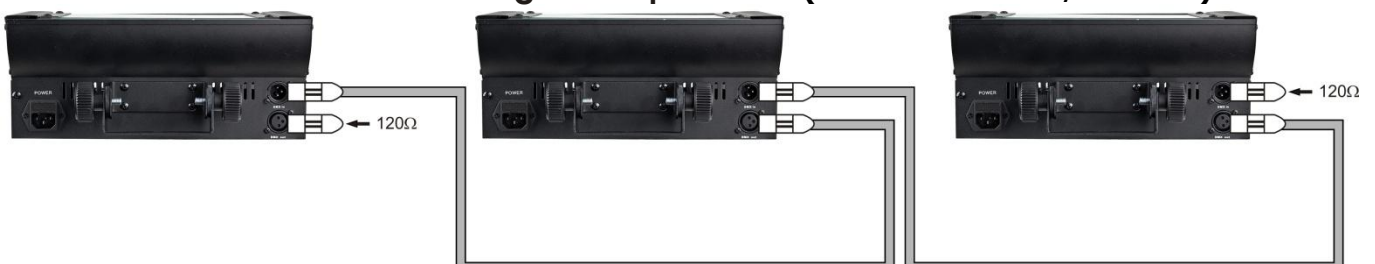

Fig. 2
3. Enlace las unidades tal y como se indica en la (Fig. 2). Conecte un cable de señal DMX desde la salida DMX de la primera unidad hasta la entrada de la segunda. Repita este proceso para enlazar una segunda, tercera o cuarta unidad.